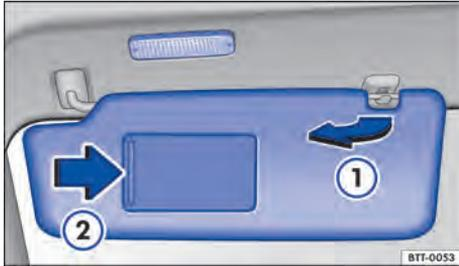

Fig. 79 Parasol.
- Extraer del soporte y girar en dirección a las puertas → fig. 79 ①.
En la parte posterior del parasol se encuentra un espejo de cortesía provisto de una tapa. Al abrir la cubierta → fig. 79 ② se enciende una luz.